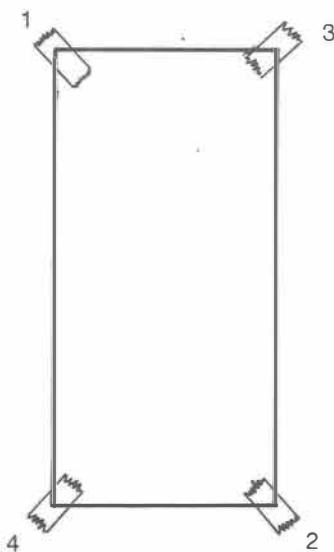

FIG. 16
- Pegue la hoja de papel empezando por un vértice y luego continúe con la diagonal. Haga lo mismo con los otros 2 vértices (Fig. 16).